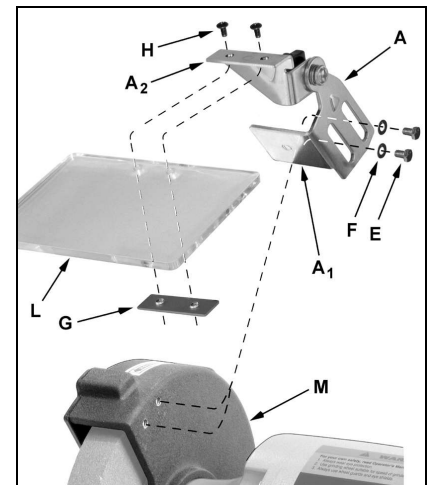

Fig 2
Schrauben Sie 2 Linsenkopfschrauben (H, Fig 2) durch den Sichtgläserträger (A2), das Sichtglas (L) und das Klemmblech (G).
Befestigen Sie den Funkenschutz (A, Fig 2) mit 2 Sechskantschrauben (E) und Scheiben (F) am Scheibengehäuse (M).